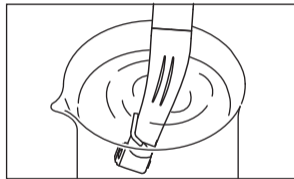

Abb. 6
- 2) Füllen Sie einen Becher zur Hälfte mit sauberem Wasser. Tauchen die den Handstückkopf 20 mm tief in das Wasser ein und betätigen Sie das Handstück für rund 15 Sekunden. (Abb. 6)